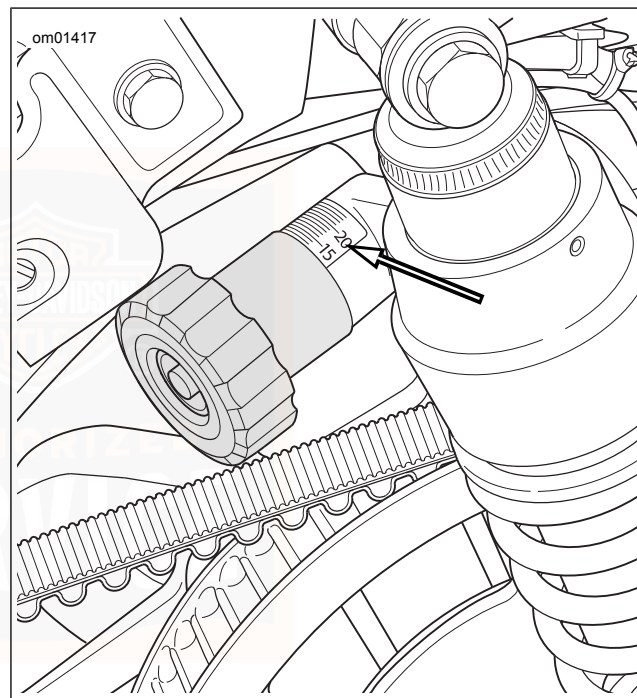

Abbildung 13. Vorspannungseinstellknopf
2. Siehe Abbildung 13. Den Knopf in die gewünschte Stellung für die erwartete Last drehen. Der Knauf klickt nach jeder halben Umdrehung. Siehe Tabelle 18, Tabelle 19 oder Tabelle 20.